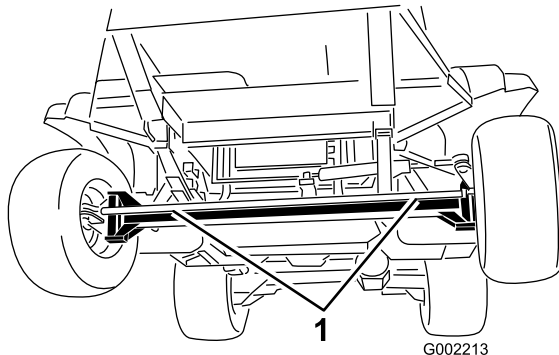

**Figure 43**
1. Tournez la vanne de remorquage (Figure 43) de 90° dans un sens ou dans l'autre pour l'ouvrir.